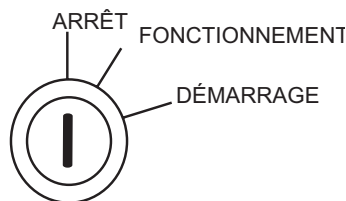

Figure 52. Commutateur D'allumage (Position Désactivé)
3. Placez le commutateur d'allumage (Figure 52) n position "**STOP**" "**ARRÊT**", retirez la clé et gardez-la dans un endroit sûr.